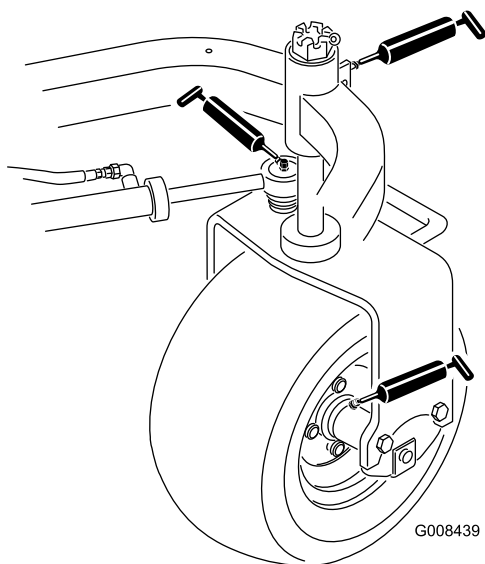

図 34
- ・ 後ホイールハブヶ所 図 34
- ・ キャスタベアリング1ヶ所 図 34
- ・ ステアリングシリンダ2ヶ所 図 34